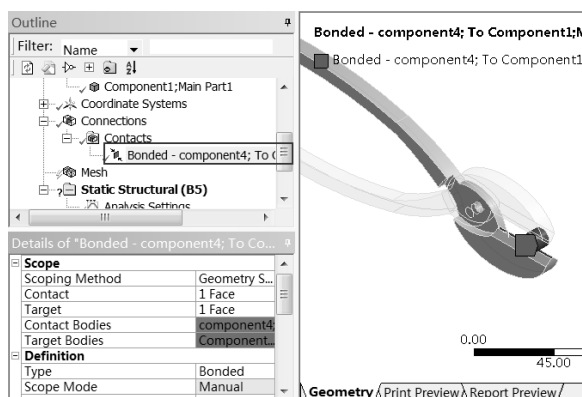

图 13-20 接触对设置 (1)
Step6: 选择 Connections 工具栏中的 Contact Bonded 命令, 如图 13-20 所示, 在 Details of “Bonded” 面板下面的 Target 中单击 Apply 按钮, 完成第一个接触对的设置。